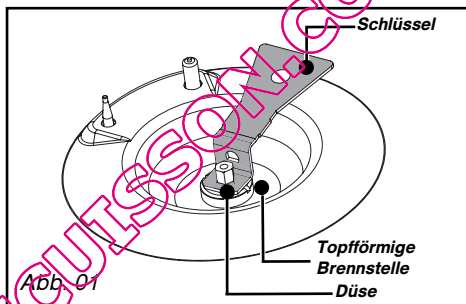

Abb. 01
- Mit dem mitgelieferten Schlüssel die Düsen im unteren Bereich jeder topfförmigen Brennstelle abschrauben und entfernen (Abb. 01).